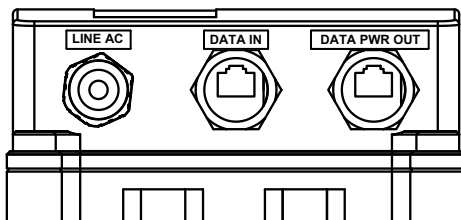

Fig. 2
2. Conecte el cable de Ethernet a DATA IN (Entrada de datos). Consulte la Fig. 2.